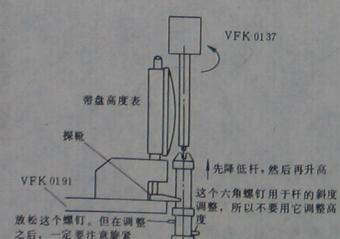

图 1-28 磁带导杆高度调整 (1)
2) 拧松导杆 P2 和 P3 底部的六角螺钉, 并转动此二杆, 使其高度达到如图 1-28 所示状态, 即导杆的下端和磁带导向器均低于柱杆调节板的基面。
4) 参看图 1-28, 使带盘高度表的测量探靴贴近磁带导杆, 并缓慢地升高导杆, 直至导杆被提高到刚好触到探靴, 正确状态如图 1-29 右图所示。
5) 可用扳手调整杆 P1 和 P4, 用柱杆调节螺钉旋具调整杆 P2 和 P3 (如图 1-28 所示)。杆 P4 上的螺盖帽, 逆时针旋转即刻去拆掉。